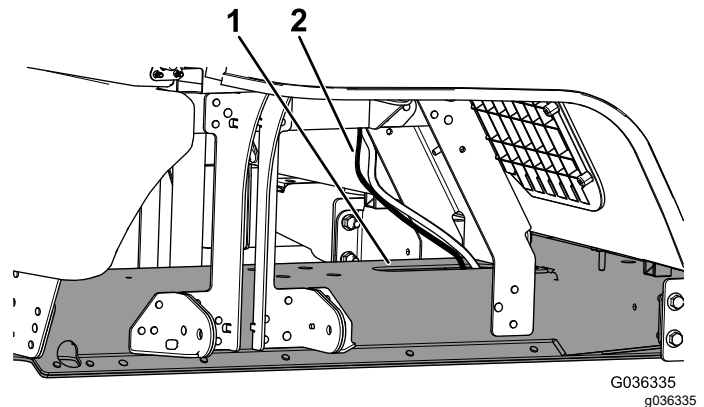

Bild 11
3. Verlegen Sie den Kitkabelbaum durch die Öffnung oben am Rahmenkanal (Bild 11).